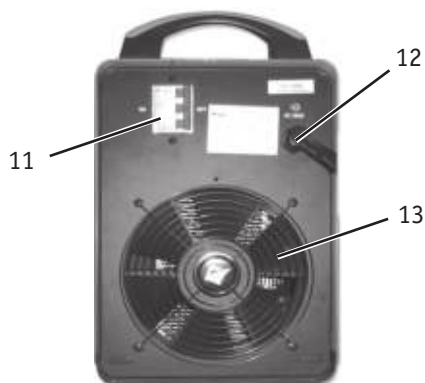

Рис. 1.2
1. Установите выключатель сети в положение «Вкл.» (11) (рис. 1.2), заработает встроенный вентилятор.
3. Установите выключатель сети в положение «Вкл.» (11) (рис. 1.2), затем вставьте встроенный вентилятор.